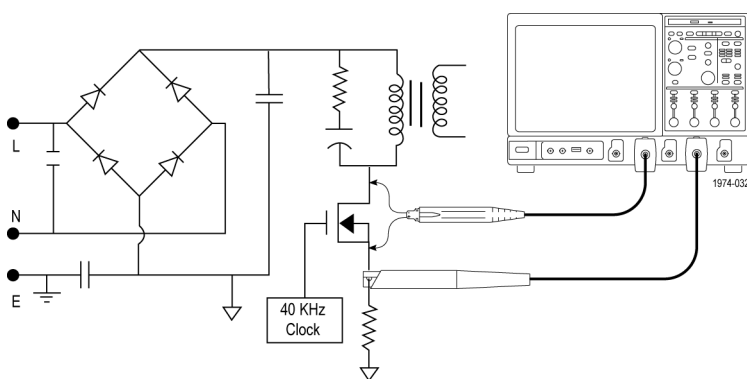

Рис. 4: Контрольные точки источника питания
1. Подключите дифференциальный пробник к устройству переключения, а пробник тока – последовательно с устройством. (См. рис. 4.)